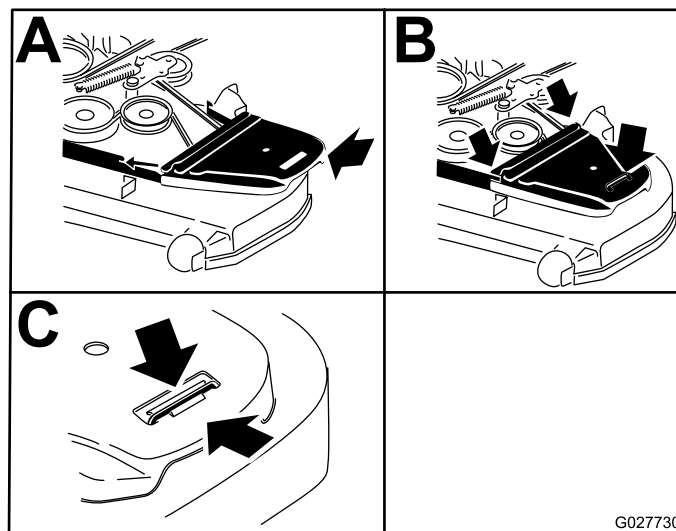

Figura 96
13. Montate i copricinghia (Figura 96).